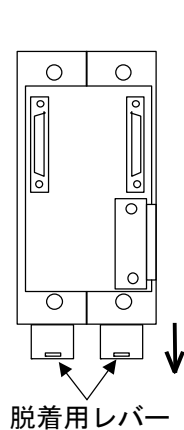

図 1
2. マザーブロック下部の脱着用レバーを2つとも下げます。(図 1)